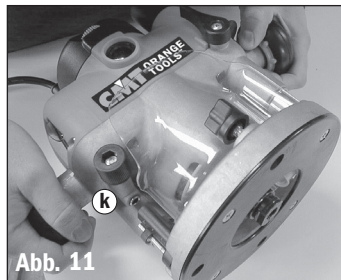
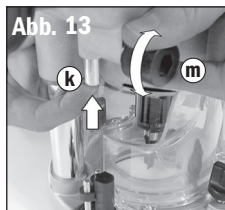

Abb. 11
Abb. 13
2. Erst wenn der Fräser vollständig zum Stillstand gekommen ist, den Rauter mittels Grobeinstich oder Drehgriff bis zur maximalen Schnittiefe eindrücken. **Abb. 11**. **Hinweis:** der Tiefenanschlag (k) muss gelöst sein (siehe Abb. 13 weiter unten). Das Spannfutter sollte nun zum leichten Zugang aus der Grundplatte (und der CMTbank, falls verwendet) herausragen.
1. Lösen Sie die Tiefenanschlagssperre (m), ziehen Sie den Anschlag vollständig zurück und ziehen Sie die Sperre wieder an. **Abb. 13**.